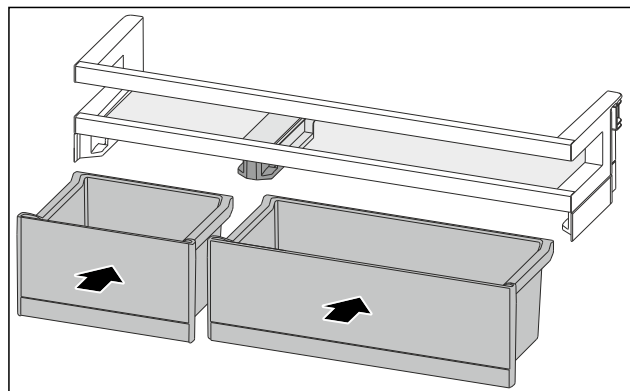

Fig. 169
- Installer les VarioBoxs dans l'agencement inverse. (voir Fig. 169)